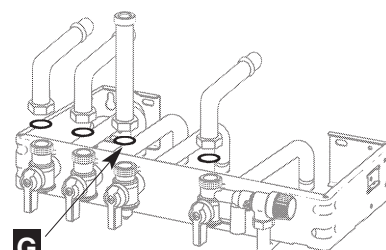

Fig. 10
- mettre en place les différents joints, **G (caoutchouc) sur le gaz**, et serrer les raccords des tubes de liaison en commençant par le tube gaz (fig. 10)